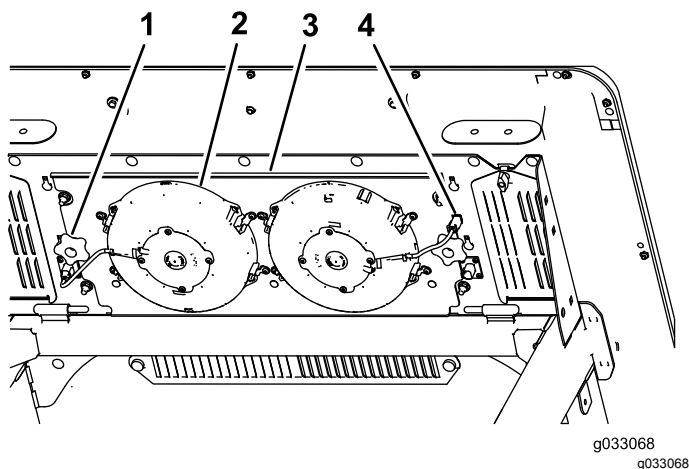

Рисунок 57
2. Фиксатор (4)
3. Отсоедините вилки кабелей питания вентиляторов от гнезда (Рисунок 57).
низу верхней части кабины (Рисунок 57), и снимите панель в сборе.